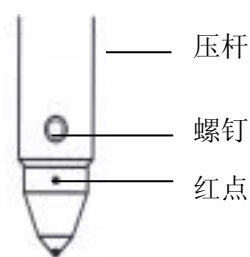

图 6-9 安装压头
1. 把压头柄小心装进压杆的安装孔内，红点正对着你，如图 6-9。